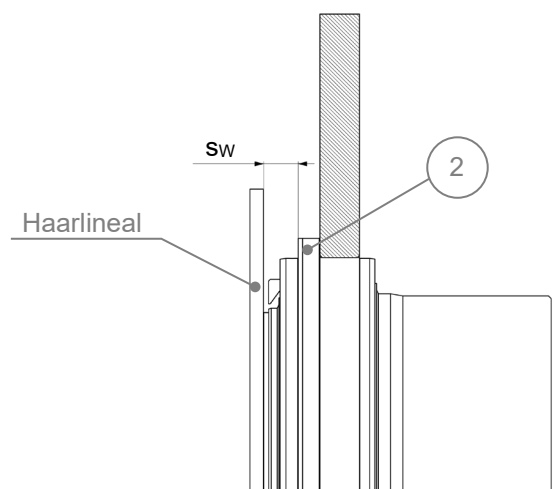

Bild 7: Prüfen der Winkellage
- Prüfen Sie den Winkel zwischen Gehäuse (Pos. 2) und Nabenstirnfläche. Hierzu wird der Abstand s_w in Umfangsrichtung an mindestens vier, jeweils um 90° versetzten Punkten gemessen, Bild 7. Als Hilfsmittel dienen beispielsweise Haarlineal oder Messuhr. Die maximale Differenz zwischen den einzelnen Messungen darf die in Tabelle 1 genannten Werte für Δs_w nicht überschreiten.